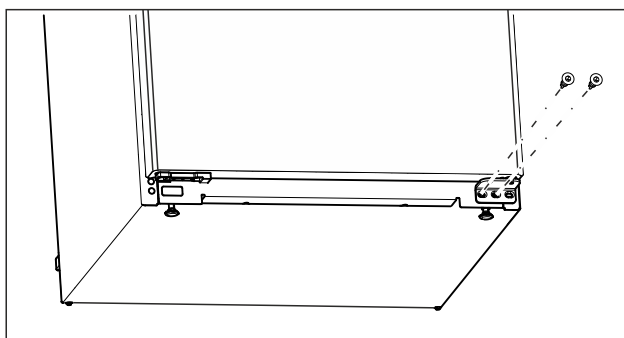

Fig. 11
- ▶ Në bazamentin mbështetës poshtë, lironi vidën e mesit me një kaçavidë Torx 20. (shihni Fig. 11)
- ▶ Në bazamentin mbështetës poshtë, lironi vidën e brendshme me një kaçavidë Torx 20. (shihni Fig. 11)